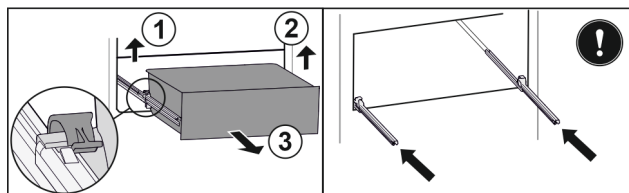

Fig. 191
- Zvedněte levou svorku a současně vytáhněte zásuvku vlevo dopředu. Fig. 191 (1)
- Zvedněte pravou svorku a současně vytáhněte zásuvku vpravo dopředu. Fig. 191 (2)
- Vyjměte zásuvku dopředu. Fig. 191 (3)